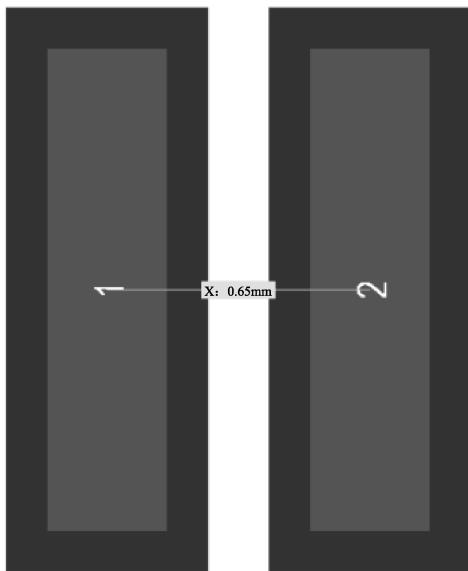

图 3-40 移动得到的距离
③ 经移动后得到中心距为 0.65mm 的两个焊盘，如图 3-40 所示。